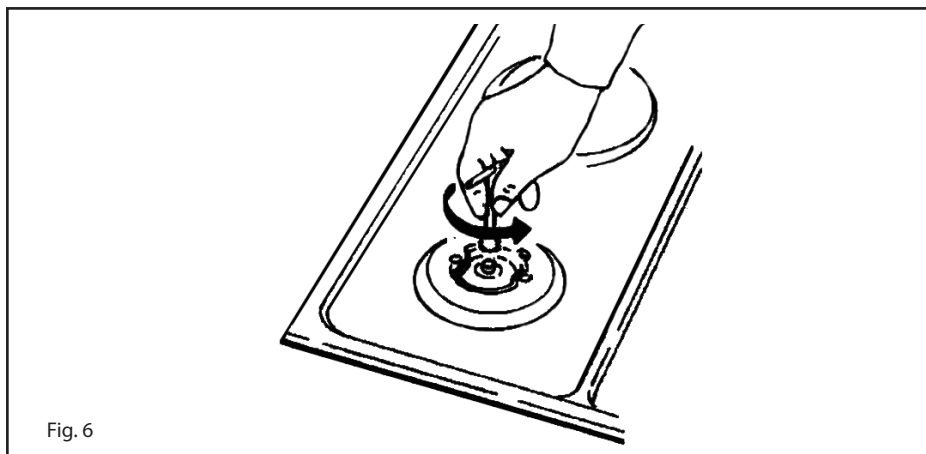

Fig. 6
(Fig.6) Se l'apparecchiatura risulta predisposta per un diverso tipo di gas da quello di alimentazione disponibile, si deve procedere:
- alla sostituzione degli iniettori (Fig.6) con i corrispondenti al tipo di gas da utilizzare (vedi tabella "Caratteristiche iniettori").